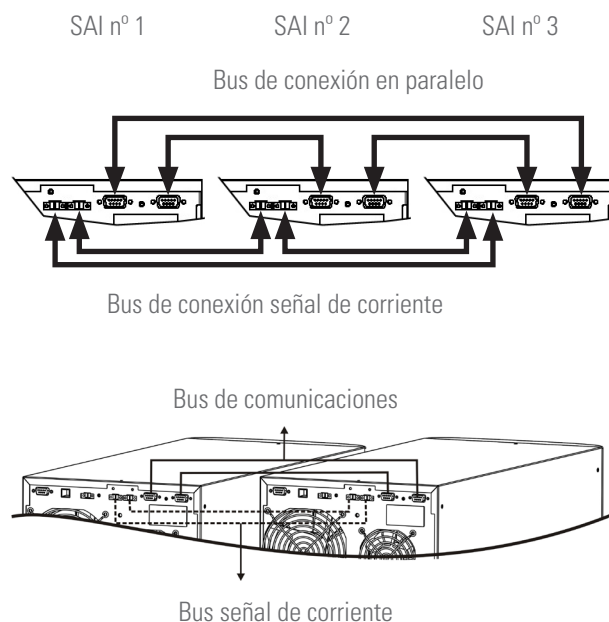

Fig. 22. Conexión bus de comunicación y señal de corriente.
En la Fig. 22 se representa una instalación con dos equipos en paralelo. Para tres SAI operar similarmente para cerrar el bus de comunicaciones y el de señal de corriente.
- **Bus de conexión señal de corriente.** Utilizar la manguera con conectores en los extremos para unir los equipos y cerrar el bus de corriente, al enlazar a través de los conectores dos equipos correlativos, tal y como se muestra en la Fig. 22. Finalmente, cerrar el bucle del bus entre el último equipo y el primero. La longitud del cable es de 1,5 metros y no debe prolongarse bajo ningún concepto por el riesgo a interferencias y fallos en la comunicación que ello comportaría.